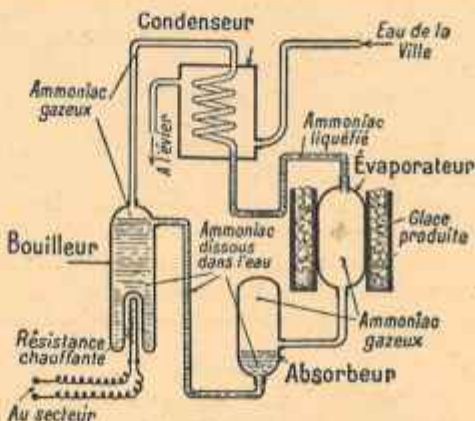

FIG. 114.
**65. Réfrigérateur par résistance chauffante.** — Il peut paraître, à première vue, paradoxal d'obtenir *du froid* en dégageant de la chaleur dans une résistance parcourue par un courant électrique, mais c'est cependant le cas : la figure 114 fera comprendre le principe de l'appareil (on a négligé tous les détails). Dans un bouilleur, on chauffe quelques litres d'alcali volatil (ammoniac dissous dans l'eau); l'ammoniac se dégage à l'état gazeux et se liquéfie dans un condenseur traversé par un courant d'eau. Cet ammoniac liquéfié s'évapore, en produisant du froid, qui sert à fabriquer de la glace; puis le gaz ammoniac se redissout dans l'eau et le cycle des opérations recommence. Le